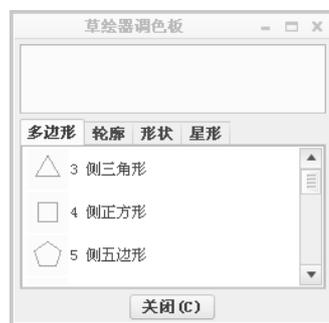

图 2.5.5 “草绘器调色板”对话框
Step 3 选择命令。在 **草绘** 选项卡中单击“调色板”按钮  调色板，系统自动弹出图 2.5.5 所示的“草绘器调色板”对话框。